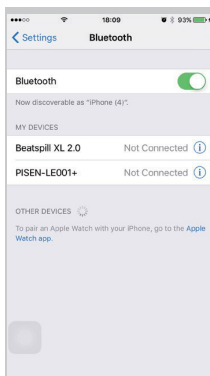

Рис.1
- Включите Bluetooth на своем телефоне (Рис. 1).